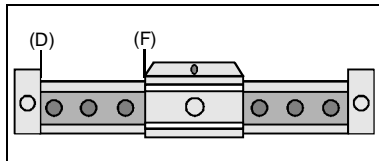

Bild 6/Fig. 6
- Entfernen Sie die nächstliegenden Abdeckkappen bezogen auf die Läuferkante (F) (siehe Bild 6).
- remove the nearest cover caps in relation to the slide edge (F) (see Fig. 6).